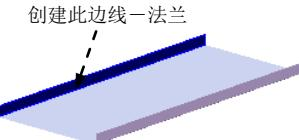

图 17.9.13 创建边线—法兰 2
Step3. 创建图 17.9.13 所示的边线—法兰 2，详细操作过程参见 Step2。